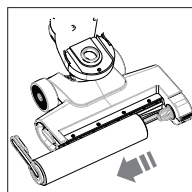

Fig. 13 – Retirada del rollo de microfibra
- ▶ Tire de la lengüeta de bloqueo del rodillo de microfibra hacia la izquierda y extraiga el rodillo de microfibra (**véase Fig. 13**).